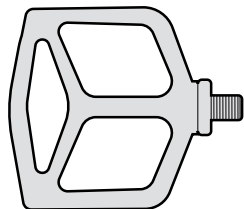

図18a
1. ペダルにはさまざまな種類があります（図18a、18b）。自分の技量、走行スタイル、好みに合ったペダルを選ぶためには、販売店に相談してください。